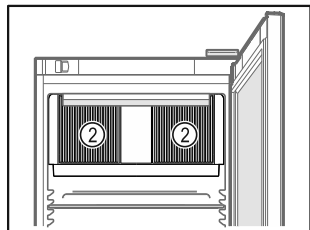

Fig. 63
- ❑ Lüftungsschlitze Fig. 63 (2) des Umluftgebläses im Innenraum freihalten.